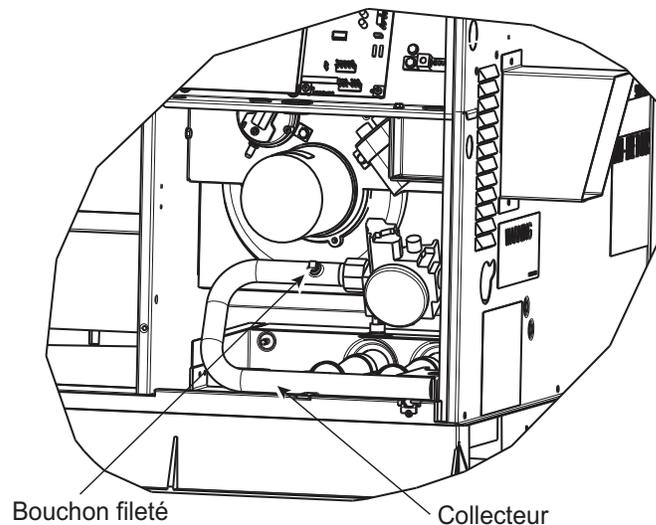

Fig. 11 – Ensemble du brûleur
2. Retirez le bouchon de tuyau du collecteur (consultez la Fig. 11) et raccordez le manomètre. Ouvrez l'arrivée de gaz de l'appareil.